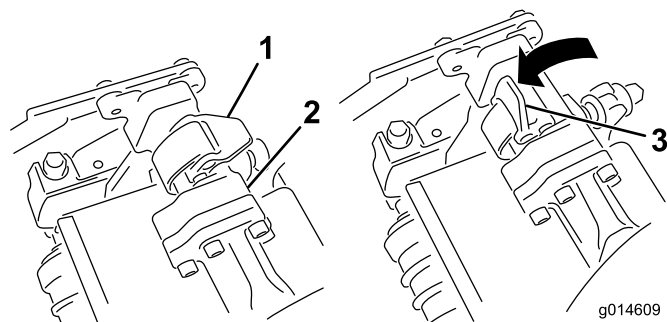
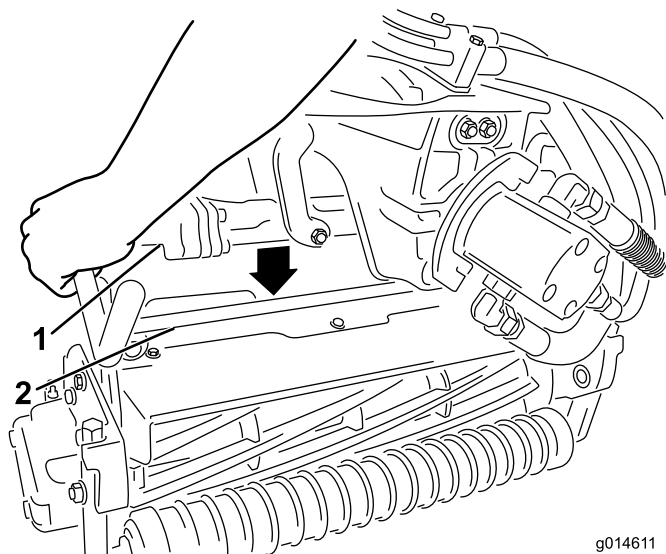

Figura 13
Figura 14
9. Con i fermi del braccio di sospensione rivolti verso l'alto (cioè aperti) (Figura 13), premete il braccio di sospensione verso il basso in modo che la barra si inserisca nella barra della parte superiore dell'apparato di taglio (Figura 14).
10. Chiudete i fermi spostandoli verso il basso e attorno alla barra dell'apparato di taglio, quindi bloccateli in posizione (Figura 13).